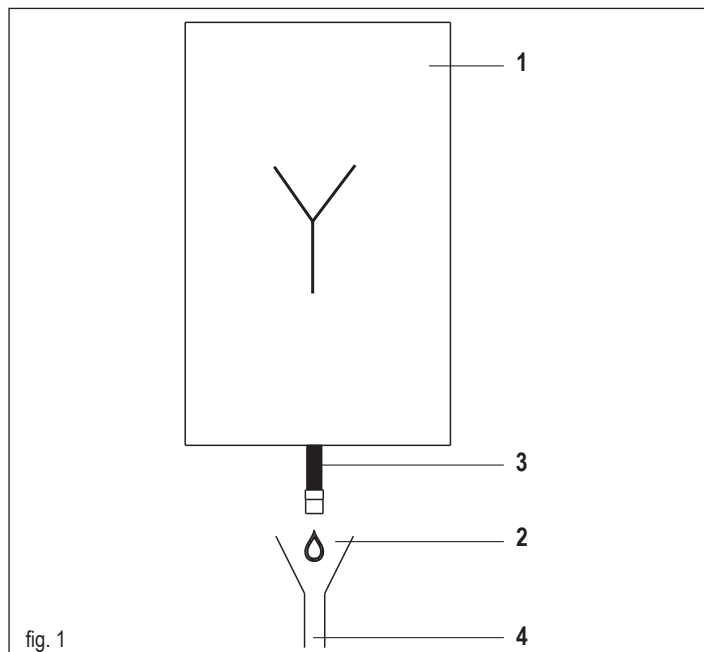

fig. 1
Conducta de evacuare a condensului trebuie să aibă întotdeauna o înclinație adecvată, pentru a evita stagnarea condensului și a asigura scurgerea corectă a acestuia. Sistemul de evacuare a condensului trebuie să fie prevăzut cu o separație (2) inspectabilă între conducta de evacuare a condensului aparatului și instalația de evacuare a condensului. Separația trebuie realizată astfel încât să asigure o legătură atmosferică între interiorul conductei sistemului de evacuare a condensului și mediul extern, pentru a evita formarea, la nivelul conductei de evacuare situate în aval față de produs, a unei presiuni pozitive sau negative față de cea a mediului extern. Fig. 1: exemplu de racordare între conducta de evacuare a condensului (3) și sistemul de evacuare (4).